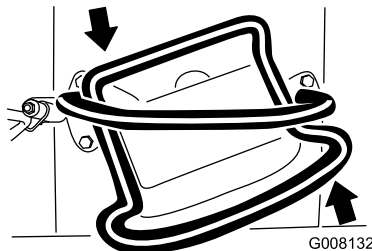

Bild 12
- Drehen Sie den Fahrtriebshebel nach links, um nach links zu fahren (Bild 12).